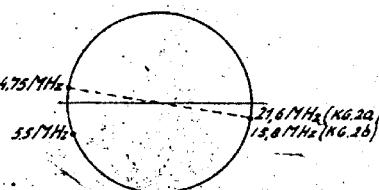

Fig.4
A. De M.F. Kringen. (zie fig.4).
B. De H.F. - en Oscillatorkringen (zie fig.4 en 5.)
3. Wijzer instellen op het trimpunt voor 21,6 MHz (zie fig.4). Een gemoduleerd signaal van 21,6 MHz via de kruisantenne aan de antennebus van het toestel toevoeren.
2. Zet de wijzer op het trimpunt voor 15,8 MHz (zie fig.4) en regel bij een gemoduleerd signaal van 15,8 MHz C29, C18 en C9 op maximum output af.
3. Zet de wijzer nu op het trimpunt voor 5,5 MHz (zie fig.4) en regel bij een gemoduleerd signaal van 5,5 MHz C29 op maximum output af.
2. Zet de wijzer op het trimpunt voor 4,75 MHz (zie fig.4) en regel C30, C19 en C10 bij 4,75 MHz op maximum output af.